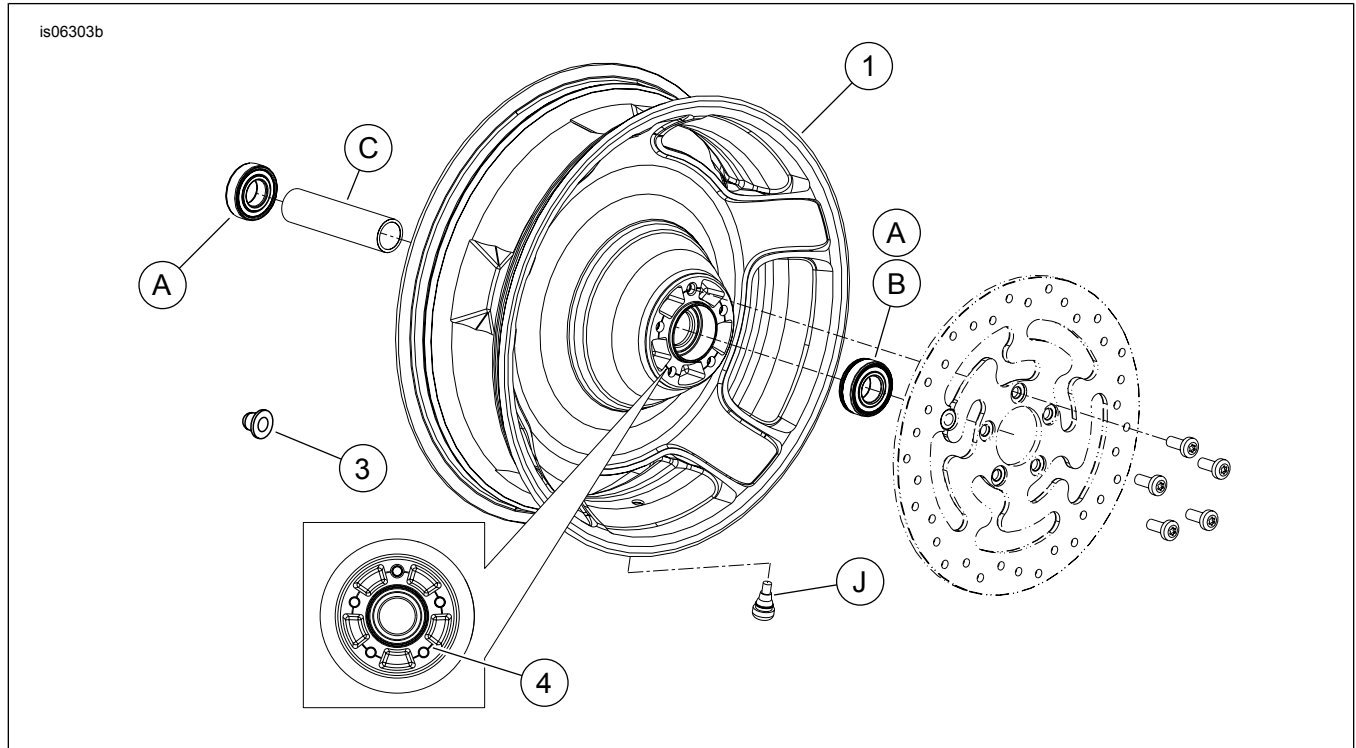

Abbildung 1. Ersatzteile: „Airstrike“-Hinterrad
Siehe Abbildung 1 und Ersatzteiletabellen.
2. Siehe Abbildung 1. Die Ventilschaft-Baugruppe (J) am Rad anbringen. Siehe REIFEN im Werkstatthandbuch.